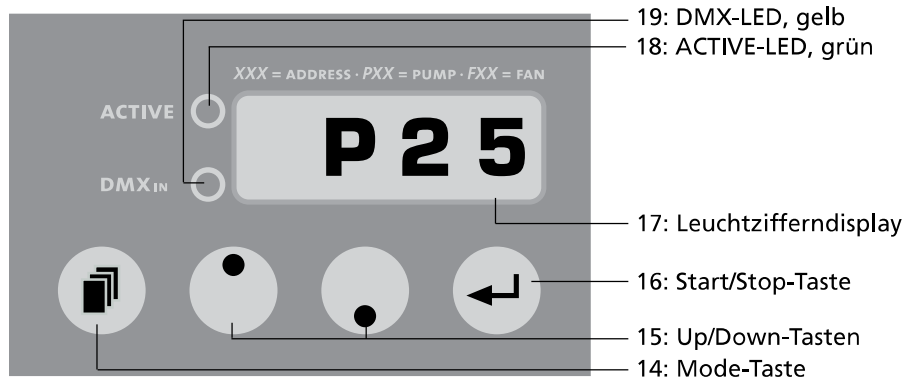

Abb. 1: Display-Anzeige bei Einstellen des Pumpen-Wertes
- a) Drücken Sie die Mode-Taste [14] auf dem Bedienfeld, bis auf dem Leuchtzifferndisplay [17] ein P (Pumpe) und zwei Zahlen erscheinen (siehe Abb. 1).